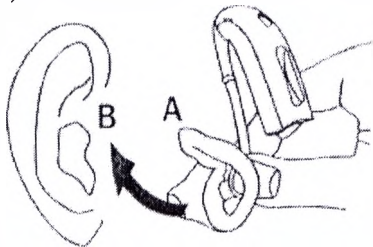

Рисунок 8 – Установка ушного вкладыша
2.1.4.1 Вставьте кончик ушного вкладыша в Ваш слуховой проход и, слегка его поворачивая, убедитесь, что верхняя часть ушного вкладыша (А) попала под завиток (В) Вашей ушной раковины (рисунок 8).